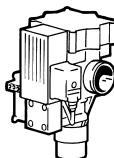

Fig. 9
**Valvola Elettropneumatica:** normalmente abbinata al Mini-Separatore, è indicata per gli impianti ad aria e ad umido, fig. 9.